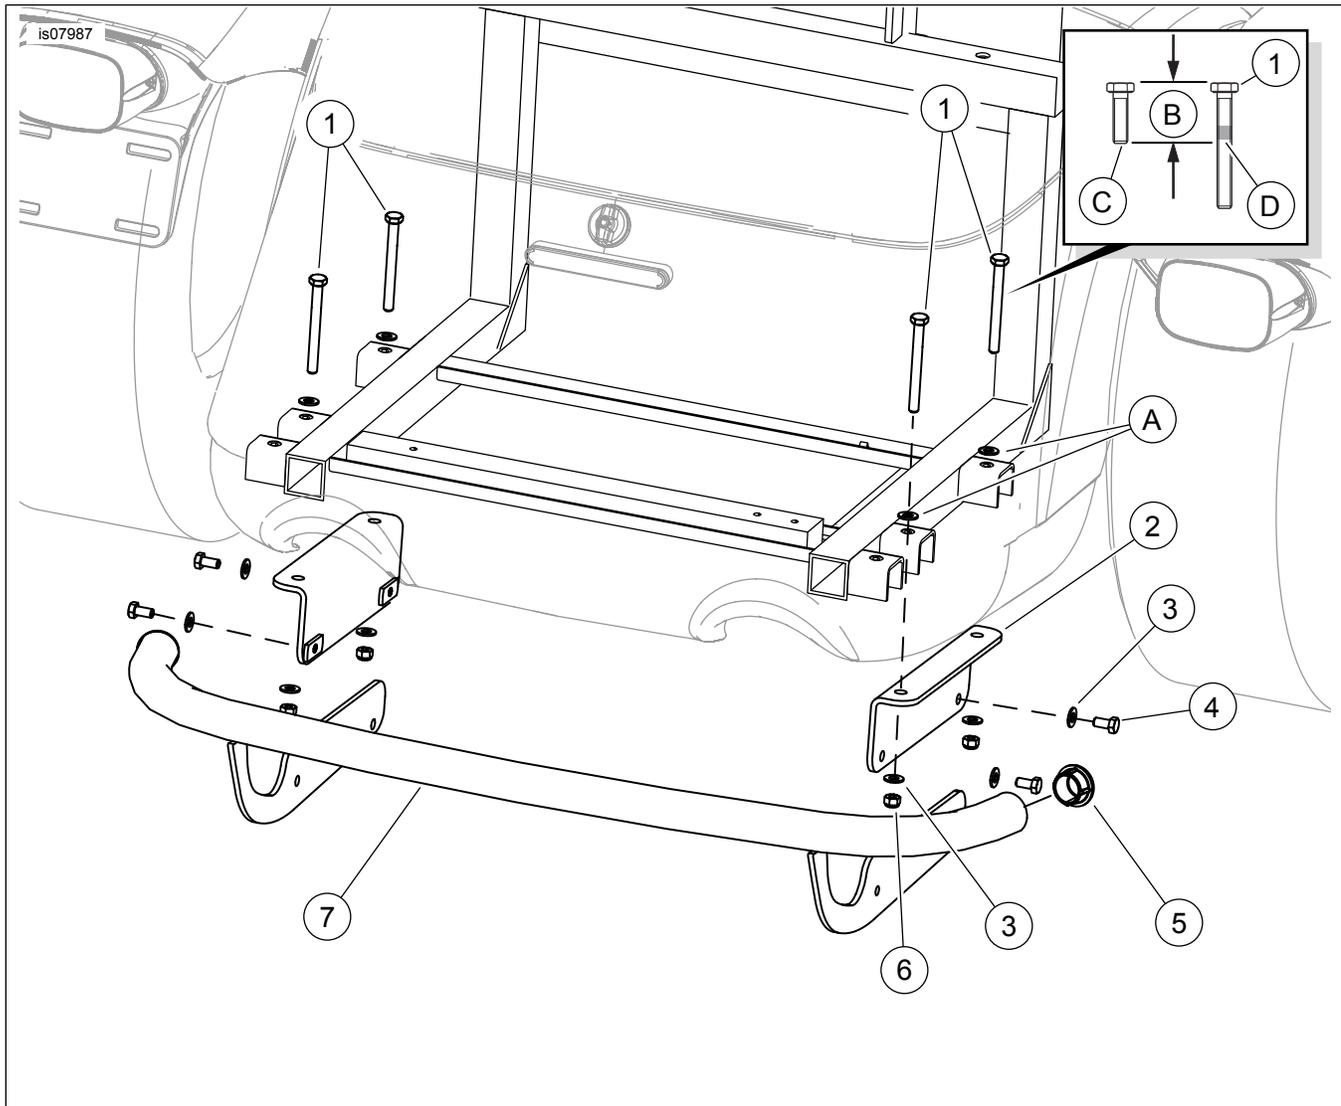

Figura 1. Peças de reposição: Kit de proteção traseira cromada Trike
Veja Figura 1 e Tabela 1.
2. Veja Figura 1. Localize os quatro parafusos com arruelas (A) no fundo do compartimento do bagageiro que fixam o corpo no quadro traseiro. Deixando a arruela no lugar, remova um dos parafusos. Conserve o parafuso para o próximo passo e, em seguida, descarte-o.
3. Veja o detalhe na Figura 1. Aplique LOCTITE 243 (azul) nos parafusos compridos (1).
- a. Marque o comprimento (B) do parafuso original (C) no novo parafuso comprido (1).
- b. Aplique LOCTITE 243 (azul) (D) em 10 mm (3/8 in) das rosca do parafuso no lado da cabeça da marca.
Oriente os suportes de montagem como mostrado na Figura 1.